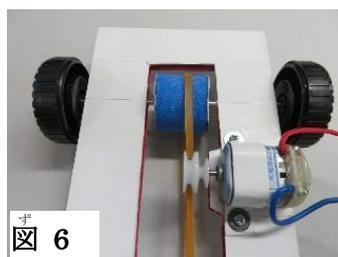

図 6
- ④ 車軸にスポンジローラーと輪ゴムを順に差し込み、ゴムは写真のようにプーリーに入れる。(図6、7)